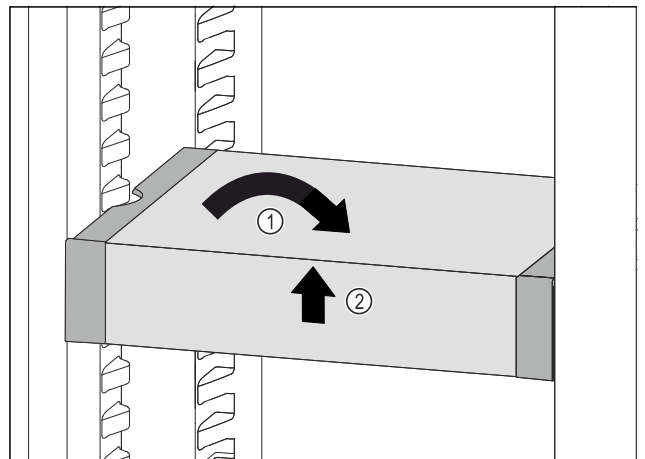

Fig. 79
- ▶ VarioSafe gerade stellen. Fig. 79 (1)
- ▶ VarioSafe vorne anheben. Fig. 79 (2)